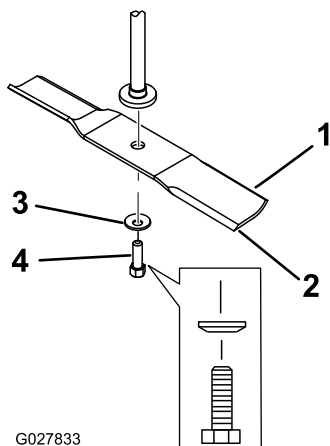

Figura 62
2. Togliete il bullone, la rondella curva e la lama dall'asse del fusello (**Figura 62**).
1. Montate la lama sull'asse del mandrino (Figura 62).
2. Montate la rondella curva (lato concavo verso la lama) e il bullone della lama (Figura 62).